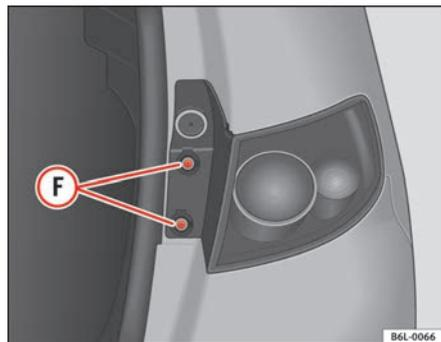

Fig. 165 Feux arrière dans la carrosserie
- Dévisser les vis **F** ⇒ fig. 165 avec la partie plate du tournevis.